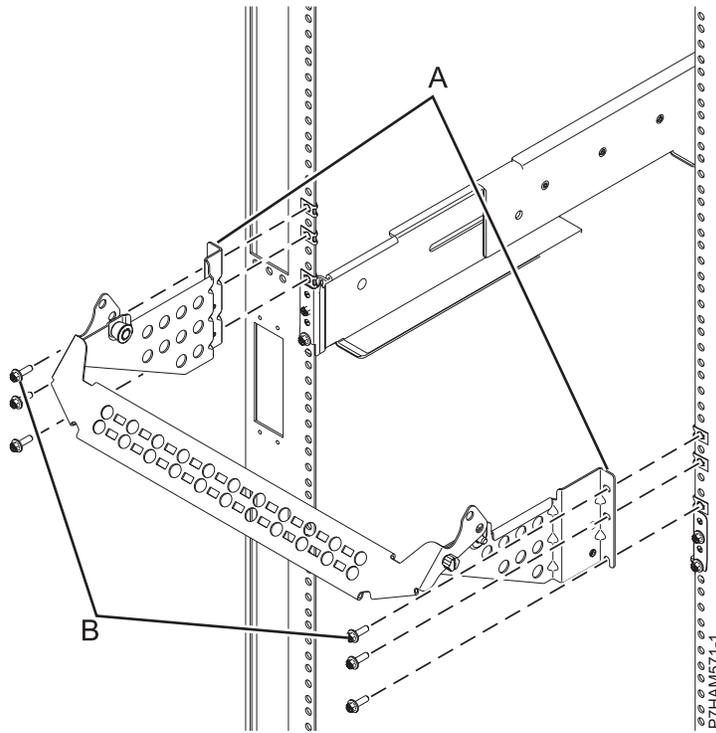

Figura 12. Instalación de la abrazadera portacables
- 2) Elija una de las piezas laterales de sujeción (C) e identifique el punto de conexión en su punta redondeada. Utilice la figura anterior para determinar el final de la sección de soporte central a la que se fija.
- 3) Alinee el punto de fijación de la pieza lateral de sujeción con la cara interna del orificio de fijación de la sección de soporte central. Utilice uno de los tornillos de mano (A) suministrados para fijar la pieza lateral de sujeción a la sección de soporte central.
- k. En la parte posterior del bastidor, sostenga la abrazadera portacables ensamblada de modo que sus rebordes de montaje (A) queden alineados con los orificios de los rebordes del bastidor directamente encima de las abrazaderas de los rieles de la unidad de expansión, como se muestra en la Figura 12 en la página 14. Fije cada uno de los rebordes de montaje de la abrazadera aplicando tornillos M5 (B) en las tres ubicaciones situadas por encima de la abrazadera del riel donde se han instalado los clips de tuerca.